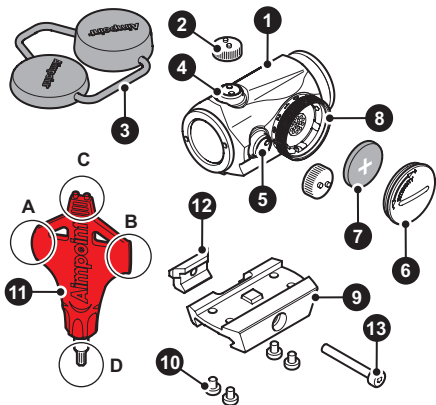

Abb. 1
- a Batteriedeckel (6) mit Werkzeug (11A) entfernen.
- b Die Batterie (7) mit der Plusseite (+) zum Batteriedeckel (6) hin einsetzen wie in Abb. 1 zu sehen ist.